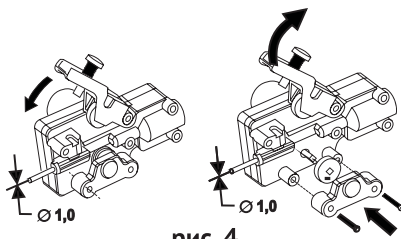

рис. 4
- поднять верхний нажимной ролик, отведя его от нижнего, как показано на рис.4;